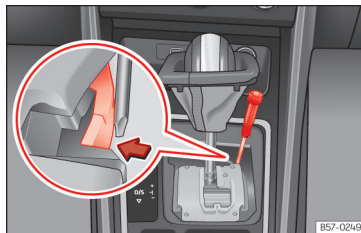

Abb. 88 Wählhebel: Notentriegelung aus der Parkstellung
- Drücken Sie seitlich mit Hilfe der flachen Seite des Schraubendrehers auf die gelbe Taste und halten Sie sie gedrückt »» » **(Abb. 88)**.